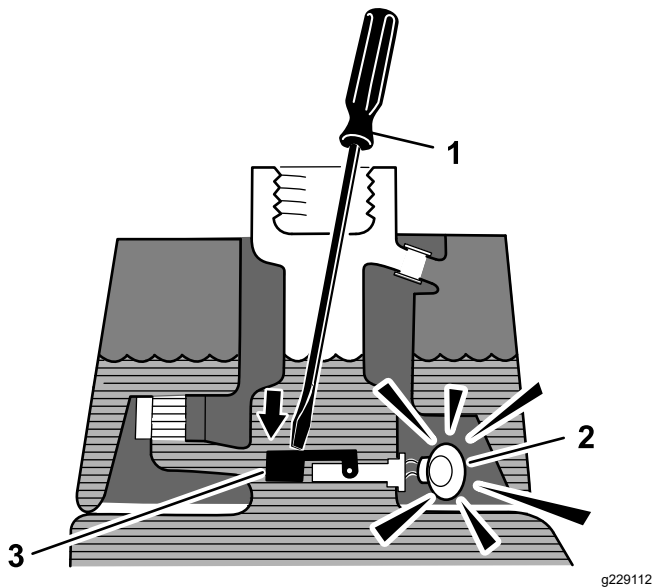

図 57
3. 汚れのついていない鉄の棒やねじ回しなどをタンクの首から差し込んで、フロートスイッチ 図 57 を押し下げる1 秒後にアラームがなれば正常。